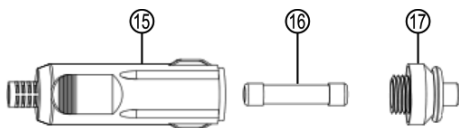

Figura 9: Fusibile nel connettore 12 V
Ruotare la punta (pos. 17 in figura 9) del connettore di 12 V (pos. 15 in figura 9) in senso antiorario fino a quando non si stacca dal connettore, quindi rimuoverla. Il fusibile (pos. 16 in figura 9) è ora libero e lo si può tirare dal connettore. Sostituirlo con un fusibile nuovo della stessa potenza e riavvitare la punta nel connettore, figura 9.